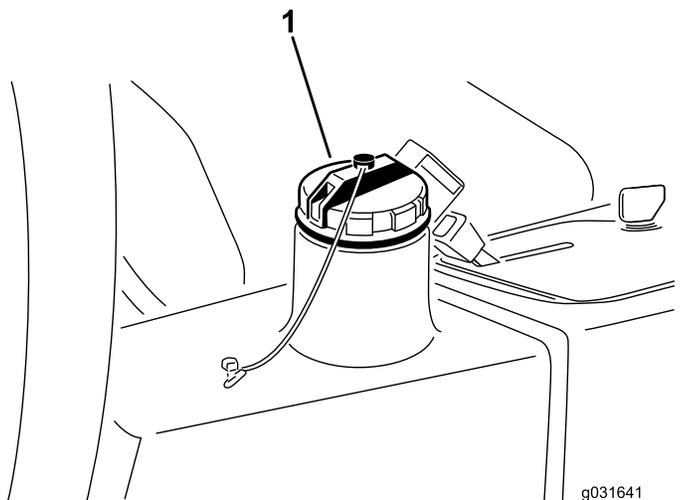

Рисунок 66
4. Залейте в бак (Рисунок 66) приблизительно 13,2 литра гидравлической жидкости; см. разделы Характеристики гидравлической жидкости (страница 61) и Проверка уровня гидравлической жидкости (страница 62).